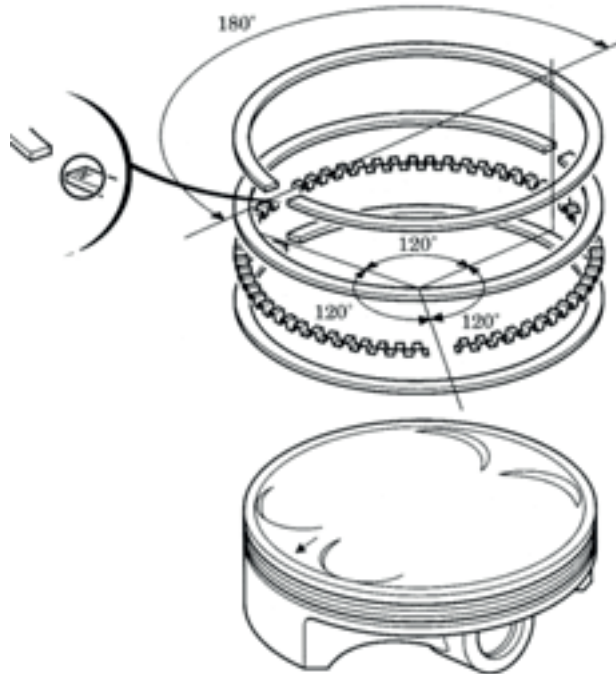

imagen 3
4. La orientación correcta de los segmentos es importante porque evita posibles alineaciones de los extremos, entre un segmento que puede causar la eventual pérdida de estanqueidad, permitiendo el paso de gas o aceite. Cada elemento debe mantener una orientación de 120 grados con respecto a el elemento siguiente (imagen 3).